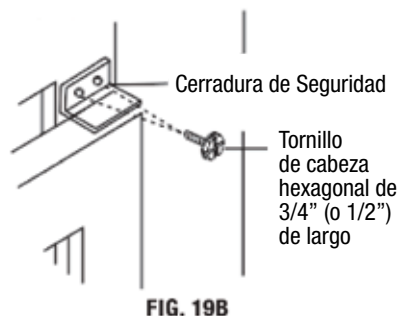

FIG. 19B
2. Fije el bloqueo de seguridad en ángulo recto. (Fig. 19B)